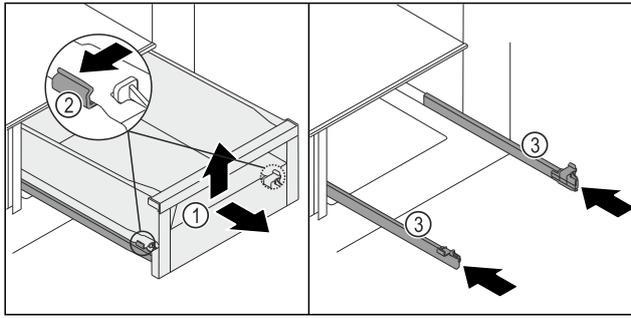

Fig. 94
- ▶ 将抽屉 Fig. 94 (1) 拉出至止挡。
- ▶ 将左右侧夹子 Fig. 94 (2) 在轨道上同时略向外压。
- ▶ 将抽屉 Fig. 94 (1) 从轨道上松开。
- ▶ 向上抬起抽屉 Fig. 94 (1) 前部。
- ▶ 朝前取出抽屉 Fig. 94 (1)。
- ▶ 推入轨道 Fig. 94 (3)。